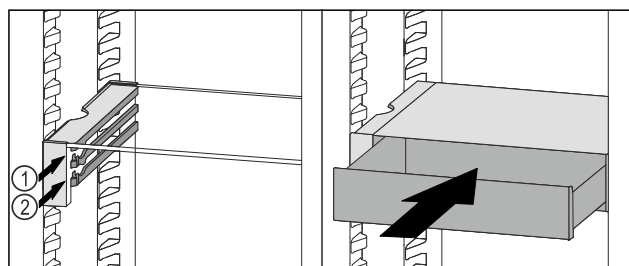

Fig. 140
- ▶ Установите выдвижной ящик VarioSafe за стопоры на требуемый выступ Fig. 140 (1) или Fig. 140 (2).